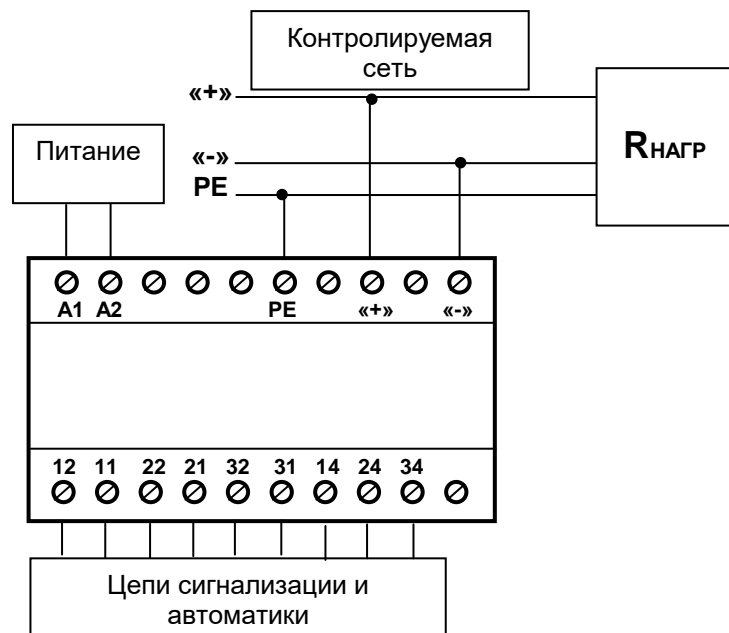

Рис.1. Типовая схема подключения реле «РКИ-2-300-02»
4.3. Произвести подключение реле «РКИ-2-300-02» согласно маркировке (рис.1.): «-» – «минусовой» провод контролируемой сети; «+» – «плюсовой» провод контролируемой сети; РЕ – заземленный корпус оборудования;